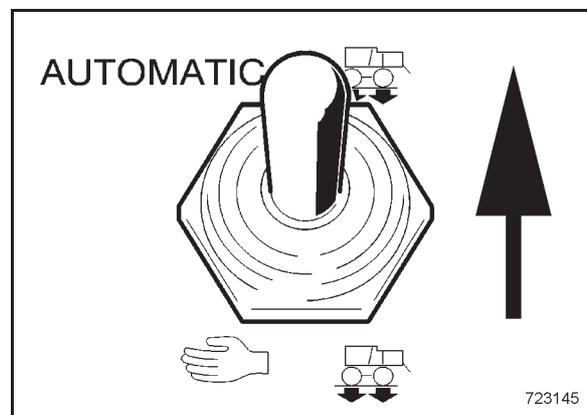

Bild 55
- Kippschalter (Bild 55) auf "Automatik" stellen.